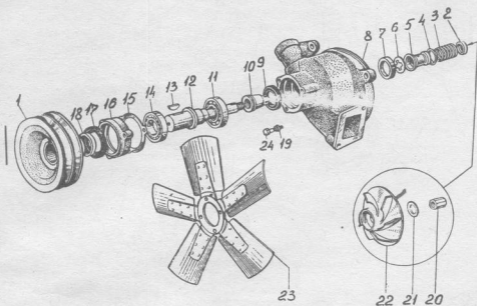

Рис. 3. Водяной насос устанавливаемый на двигатели до № 110661:
22. Напрессовать на валик 12 (Рис. 3) водяного насоса втулку 10 манжеты заднюю. Работу выполнять на двигателях КамаЗ до № 110661. (Пресс ручной мод. ОКС-761-2, технологические пластины).
28. Установить прокладку 15 (Рис. 3), крышку 16 в сборе с манжетой и завернуть болты 24 крепления с плоскими и пружинными шайбами 19. Материал прокладки: паронит ПМБ. Работу выполнять на двигателях до № 110661. (Ключ гаечный кольцевой 10 мм).
33. Запрессовать в корпус 8 (Рис. 3) водяного насоса кольцо 7 корпуса. Работу выполнять на двигателях КамаЗ до № 110661. Кольцо запрессовать на эмали НЦ-5123 ГОСТ 7462-73. (Молоток, оправка, емкость, кисть).